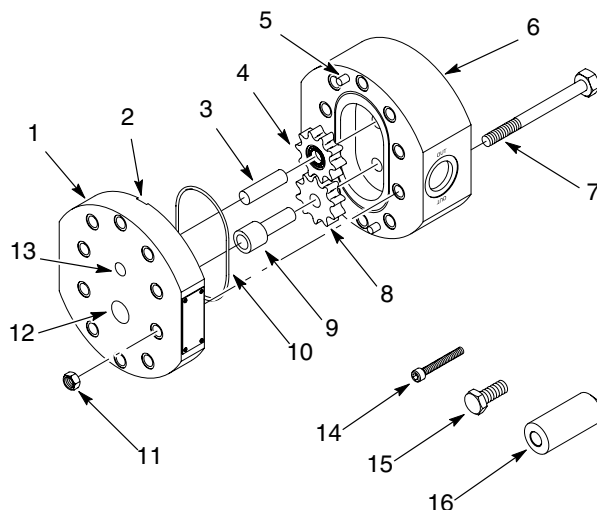

Figura 2 Caudalímetro típico con eje a presión
1. Ver la figura 2. Extraer el caudalímetro del sistema y colocarlo en un banco de trabajo limpio y nivelado.
2. Extraer las tuercas (11) y los pernos (7) de la carcasa.
3. Insertar un destornillador de punta plana en las ranuras de extracción (2) para separar la cubierta delantera (1) del cuerpo del caudalímetro (6).
5. Extraer la junta tórica de la carcasa (10).
1. Ver la figura 2. Lubricar las roscas del tornillo de cabeza hueca (14) con grasa.
2. Enroscar el tornillo en el orificio para el tornillo nivelador (13) en la cubierta delantera.
3. Sacar el eje tensor (3) y desecharlo.
1. Ver la figura 2. Lubricar las roscas del tornillo de cabeza hexagonal (15) con grasa.
2. Enroscar el tornillo en el orificio para el tornillo nivelador (12) en la cubierta delantera.
3. Sacar el eje (9) y desecharlo.
1. Ver la figura 2. Lubricar el extremo del eje tensor nuevo (3) que debe introducirse a presión en el alojamiento con una ligera película de grasa.
1. Ver la figura 2. Lubricar el extremo de diámetro grande del eje nuevo (9) con grasa.
2. Insertar el diámetro pequeño del eje en el cojinete de accionamiento de aluminio (16) de forma que este último se apoye sobre el hombro del eje.
1. Ver la figura 2. Con la cara magnética mirando hacia el hombro del eje, deslizar el impulsor magnético (8) sobre el eje (9).